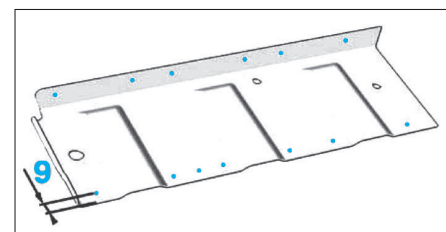
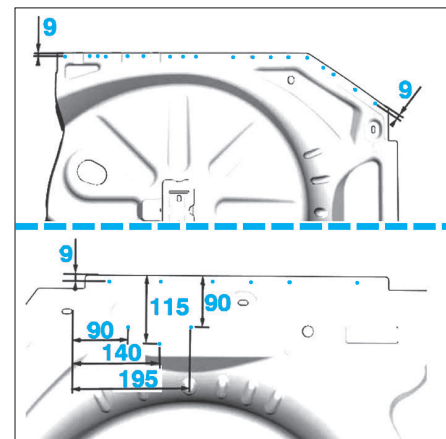

FIG. 58
FIG. 59
• Prépercer les semelles de longeron AR et le plancher AR comme illustré (Fig.58) et (Fig.59).